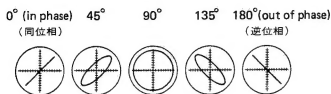

Fig. 4-7 Confirming phase relationship 位相
13). プレイ・モードにて 315Hzと 6.3kHzを再生したとき 1CHと 4CHの位相を合わせる様にネジBを回して調整する。(図4-7 参照)